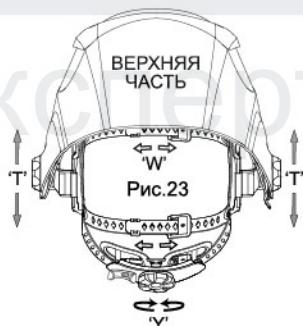

Рис.23
Общая окружность наголовника может быть увеличена или уменьшена путем поворота ручки на задней стороне наголовника. (см. установку «Y» на рис. 23). Это можно сделать, надев маску на голову и установив правильное натяжение наголовника, чтобы маска надежно держалась на голове без чрезмерного затягивания.
- Если наголовник находится слишком высоко или слишком низко на голове, отрегулируйте ремень, который проходит над верхней частью головы. Для этого отпустите конец ленты, выдвинув стопорный штифт из отверстия в ленте. Сдвиньте две части ленты, установив нужную ширину, и вставьте стопорный штифт в ближайшее отверстие. (см. параметр «W» на рис. 23).